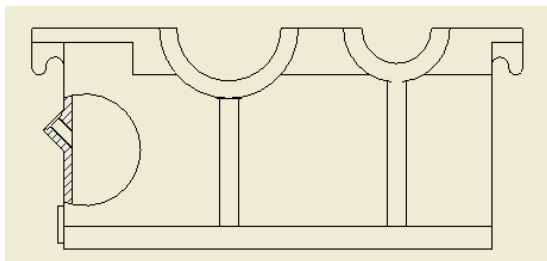

图 12-30 局部剖视图
④单击【确定】按钮完成局部剖视图的创作，如图 12-30 所示。